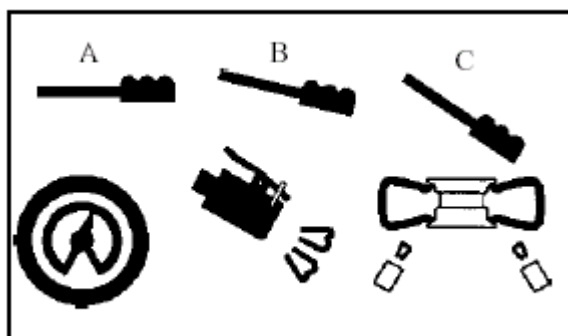

Рис. 21
- Нажмите на педаль, установив ее в среднее положение (В – рис. 21).
- Если борт шины не прижат к ободу, вручную поднимите шину, чтобы верхний борт оказался на ободке колеса, затем следует нажать на педаль до конца (С – рис. 21).
- Отпустите шину, установить педаль в среднее положение (В – рис. 21) и продолжите накачку шины короткими струями воздуха, постоянно контролируя давление воздуха в шине по манометру между импульсами подачи, накачку производите до достижения требуемого значения давления.